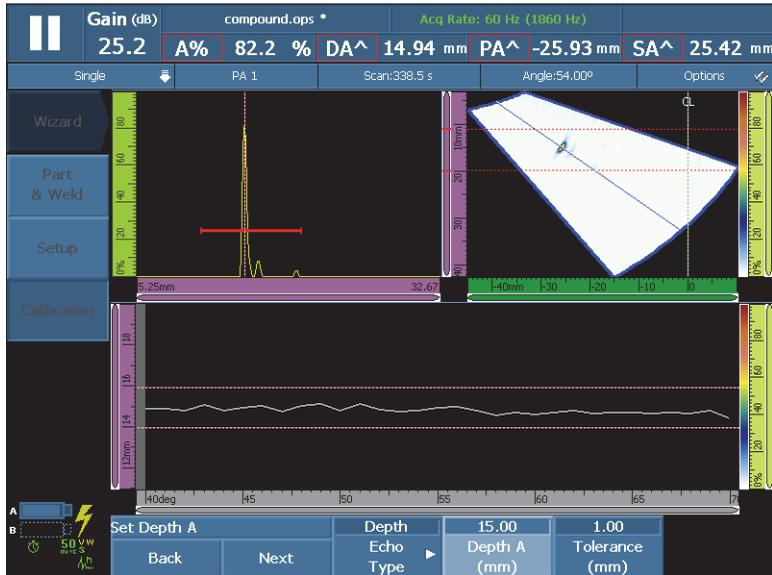

図 5-11 最初の角度 /VPA の包絡線を形成
- a) 探触子を基準反射源の上で前後に動かしながら、包絡線を形成します (144 ページの図 5-11 参照)。